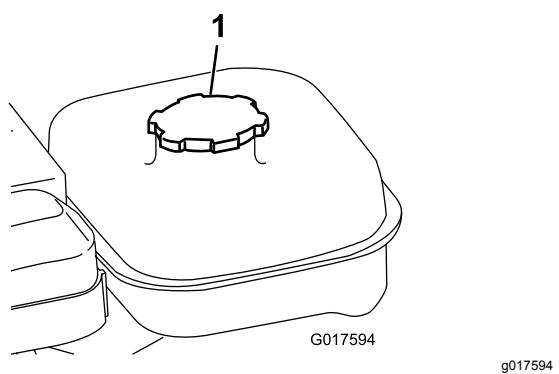

Figure 21
1. Nettoyez la surface autour du bouchon du réservoir de carburant et enlevez le bouchon (Figure 21). Ne remplissez pas le réservoir de carburant plus haut que la base du filtre.